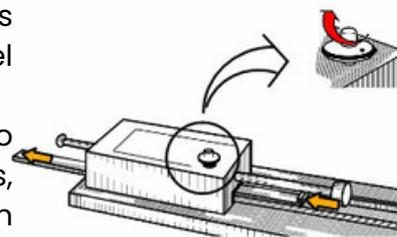

Fig.1
- Presiona y desliza el ajustador L a cualquiera de los tres niveles para establecer la potencia del lanzamiento (ver Fig. 1).
- Gira la perilla PL en sentido horario hasta 180 grados, llevándola a su posición superior (ver Fig. 1).